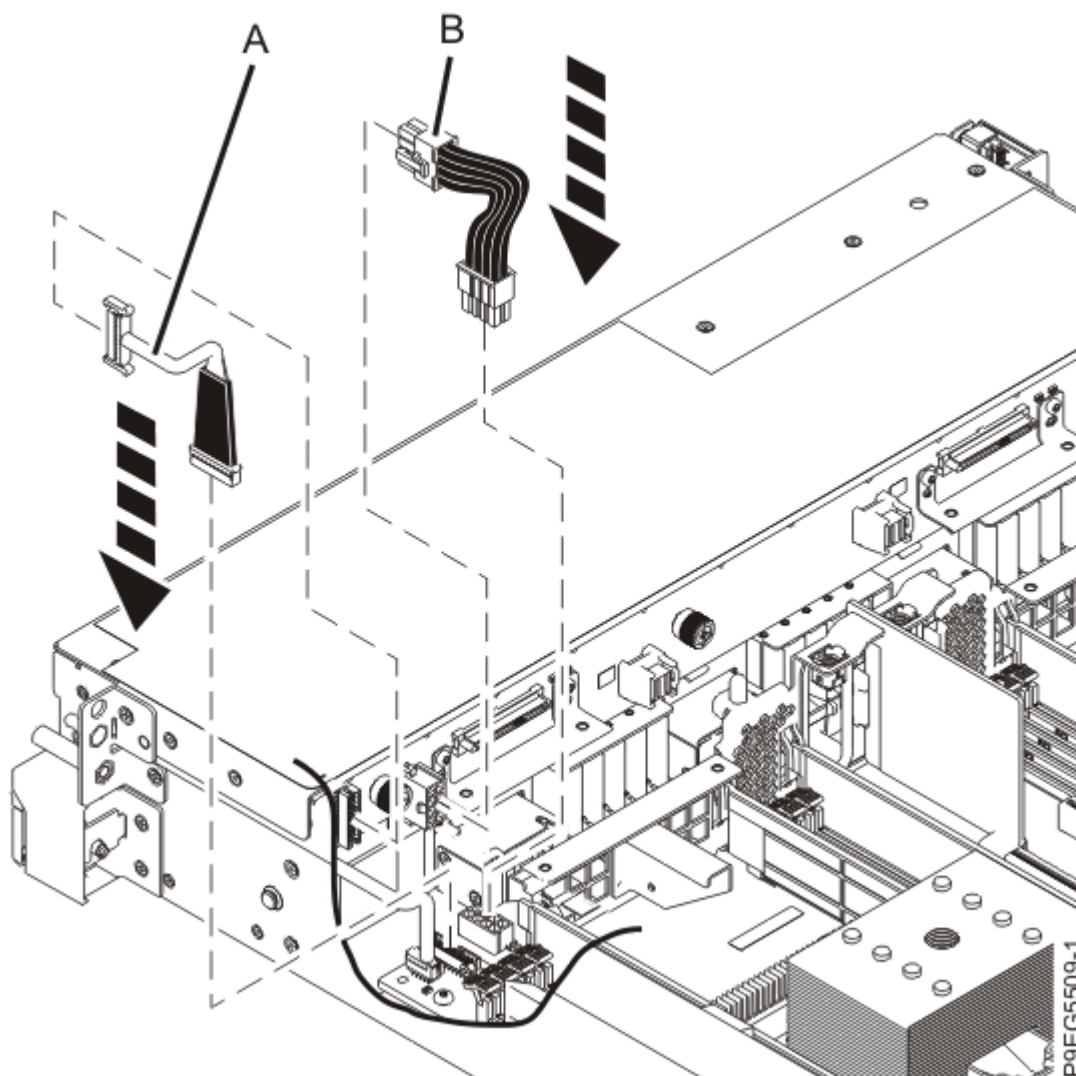

Figura 42. Reconectando o cabo de sinal e o cabo de energia
2. Usando suas etiquetas, reconecte o cabo de sinal **(A)** ao painel traseiro da unidade de disco conforme mostrado na Figura 42 na página 48. Empurre o conector até que a trava se encaixe.